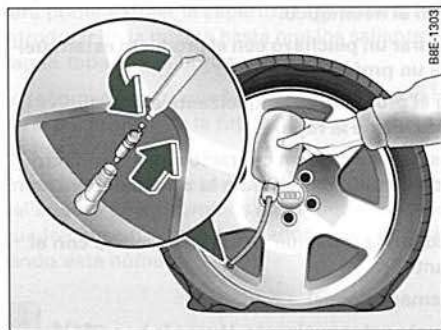

Fig. 240 Efectuar la reparación
- Retire la caperuza de la válvula del neumático y desenrosque el obús de la válvula con el útil que se suministra ⇒ fig. 240.